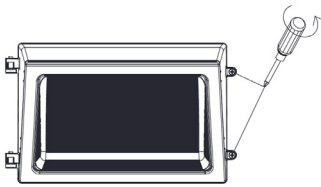

Fig. 1.1
1. Retirer les deux vis situées sur le côté du luminaire à l'aide d'un tournevis. (Fig. 1.1)